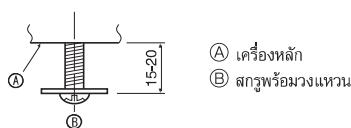

Fig. 9-5
9.3.1. การติดตั้ง (Fig. 9-5)
- ติดสกรูพร้อมวงแหวน ② ที่มีหัวร้าวเข้ากับเครื่องหลัก (ตรงบริเวณที่อ่อนไหวทำความเย็นตรงมุมและมุมตรงข้าม) ตามที่แสดงในภาพ